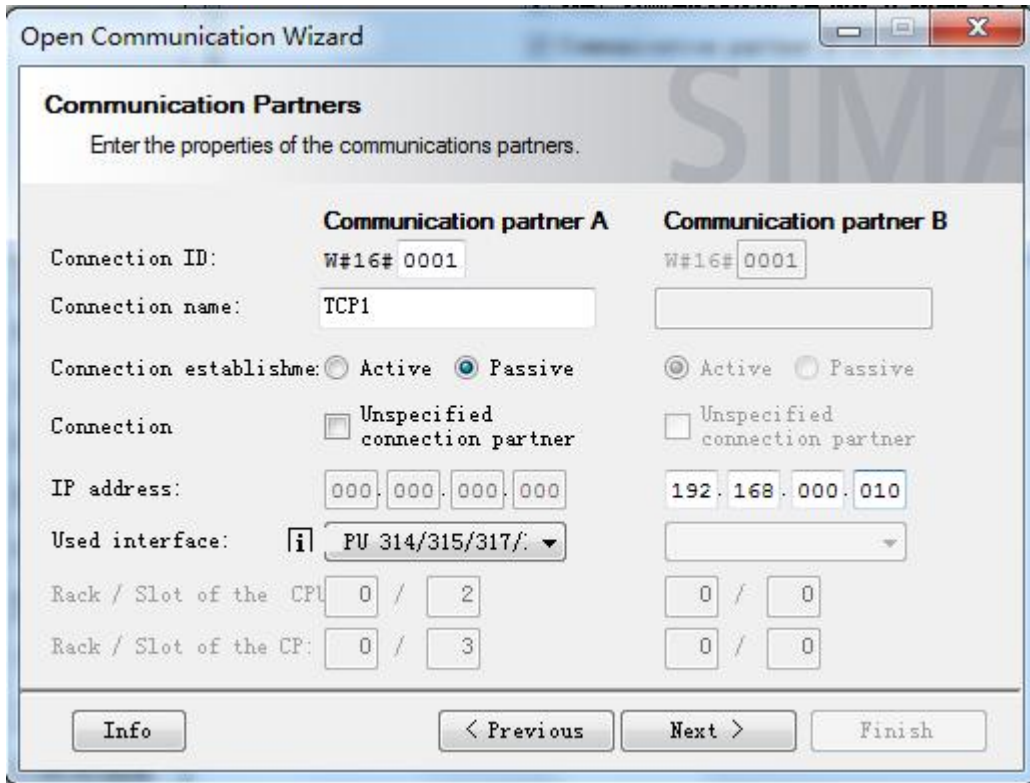

图 3-6 指定连接属性
3.6 点击 Next 至下一步，定义连接 ID 和连接名，选择是否主动建立连接，本例中，已经在前面配置由 S7-1500 主动建立连接，所以此处选择 **passive**(被动)，选择通信所用的接口，本例中用的是 CPU315。指定通信伙伴的 IP 地址，与 S7-1500 侧的组态信息要一致。如图 3-6 所示。